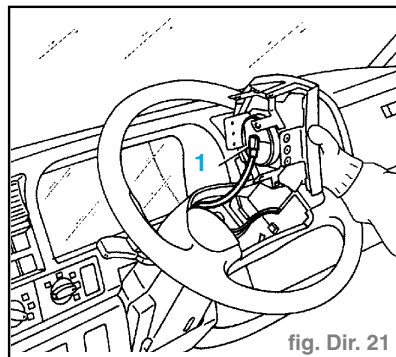

fig. Dir. 21
- Déposer le système airbag en le faisant tourner comme indiqué puis débrancher le connecteur (1) de couleur orange du câble reliant la centrale à l'airbag. (fig. Dir. 21)